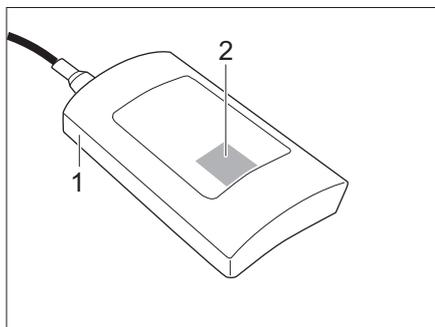

Fig. 101 Boîtier de commande
- Scanner le code QR (Fig. 101,2) sur le boîtier de commande (Fig. 101,1).
- ▷ Le boîtier de commande (Fig. 101,1) est accessible à l'avant du véhicule.